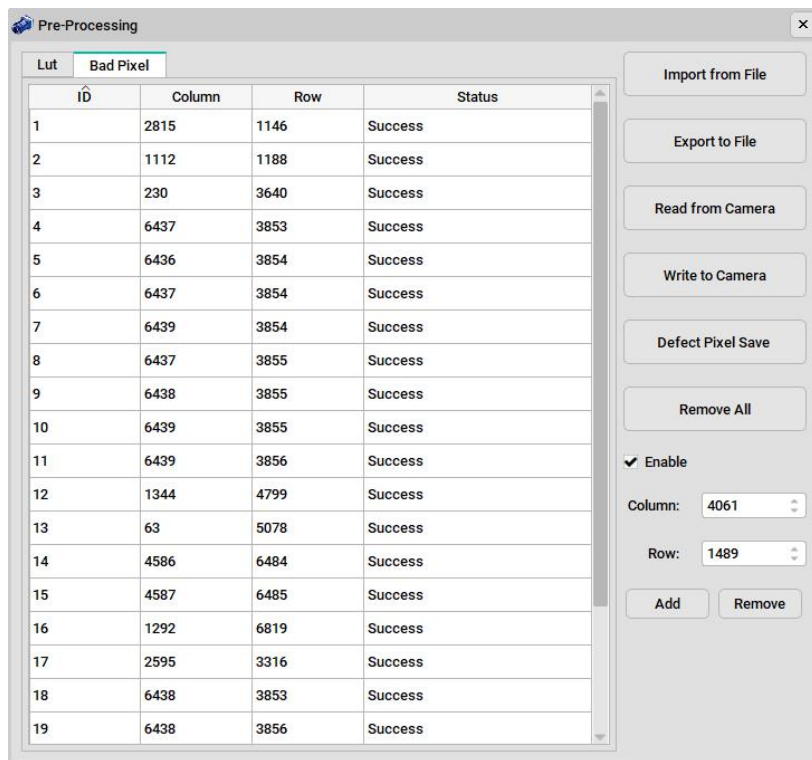

图 17 Bad Pixel 数据
② Bad Pixel 选项中包含以下内容, 如图 17 所示: